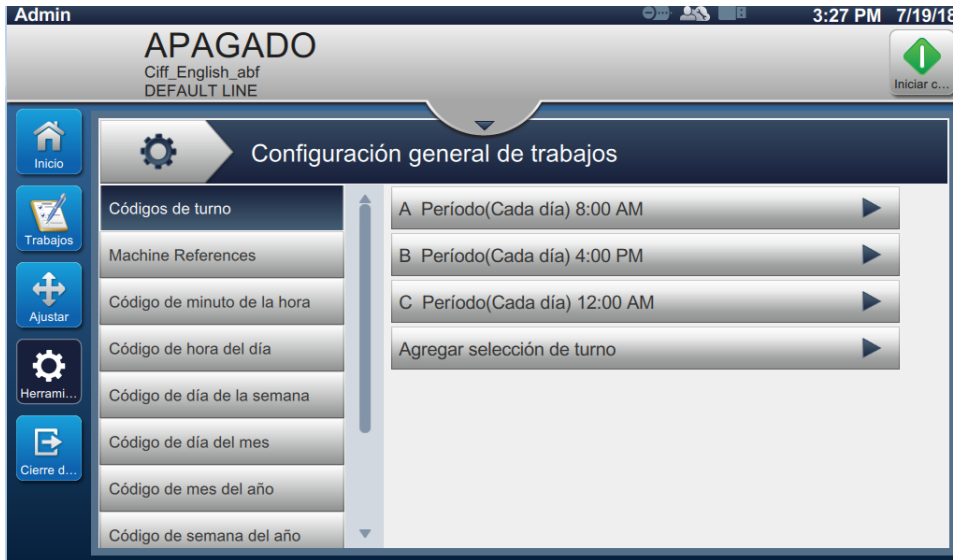

Figura 6-15. Configuración general de trabajos
1. Pulse el botón  de la pantalla Herramientas. Se abrirá la pantalla Configuración general de trabajos, como se muestra en la Figura 6-15.